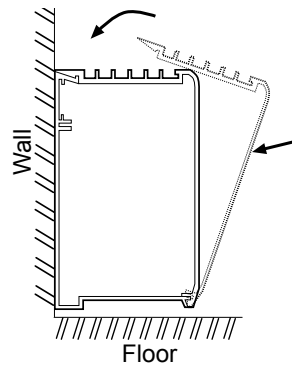

Fig. 4
- Remettez en place le couvercle frontal en mettant le bord avant inférieur du couvercle frontal sur le bord frontal inférieur du carter arrière et en poussant le couvercle tout droit en arrière pour verrouiller le tout. Voir la Figure 4.
- Remettez en place les couvercles frontaux en suivant l'étape 10 de l'installation d'unité unique (Voir la Figure 4).
5. Remettez en place le couvercle frontal comme montré en figure 4, en vous assurant qu'il est bien verrouillé en place sur toute la longueur du radiateur. Rétablissez l'alimentation du radiateur et vérifiez son bon fonctionnement.